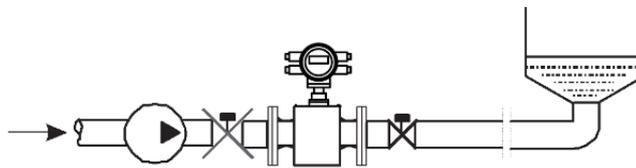

图 16
5. 对于长管线，一般在电磁流量计下游安装控制阀，如图 16